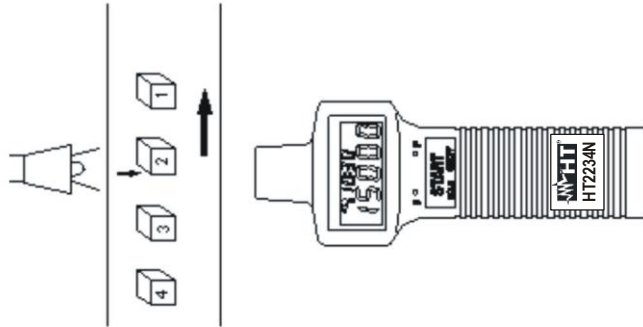

Fig. 5: medida de eventos con luz externa
1. Posiccionar la luz externa en la proximidad de la unidad Recibidora (en la derecha) como en la Fig. 5: